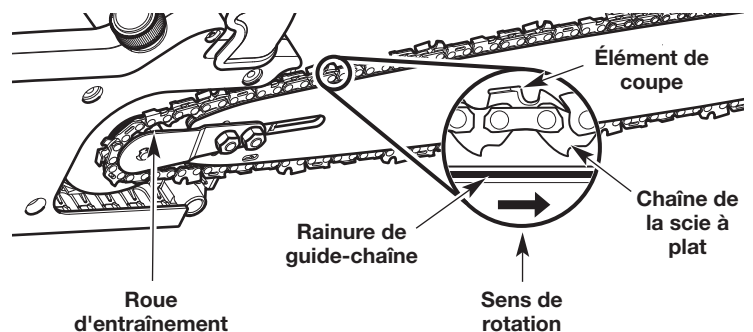

Fig. 30
6. Nouez la chaîne autour du pignon d'entraînement (Fig. 30). Assurez-vous que les méplats de la chaîne se trouvent dans les rainures sur le pignon d'entraînement. Assurez-vous que les couteaux pointent dans le bon sens de rotation (Fig. 30).
7. Faites entrer la chaîne dans la rainure du guide-chaîne (Fig. 30).